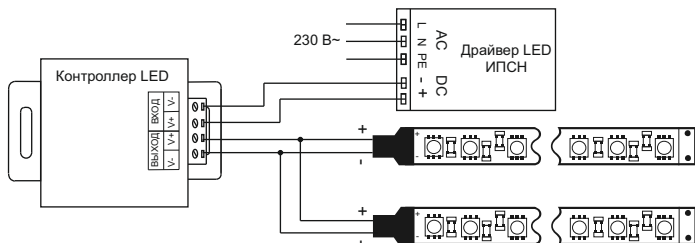

Рисунок 2
5.6.3 Подключение белой или цветной ленты производить согласно маркировке на ленте к разъёмам «Выход» контроллера "V"+; "V-", согласно полярности (рисунок 2). При необходимости подключить отдельным проводом дополнительную ленту параллельно к контроллеру.